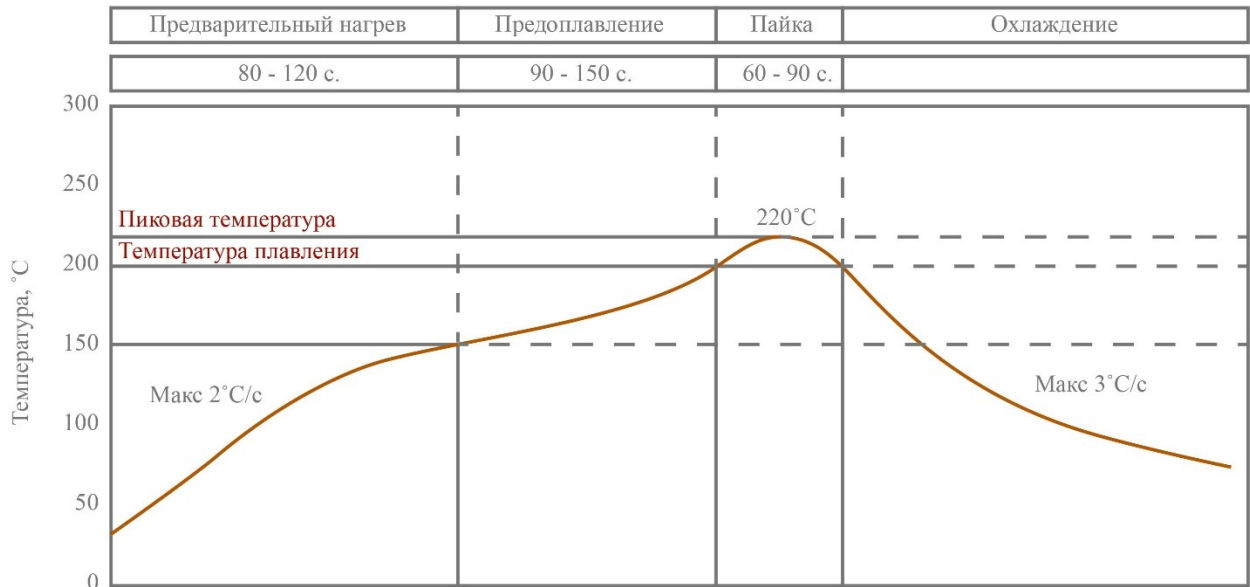

Рисунок 1 – Профиль пайки ГКВ
- температура пайки не выше 220 °С по профилю согласно рис. 1;